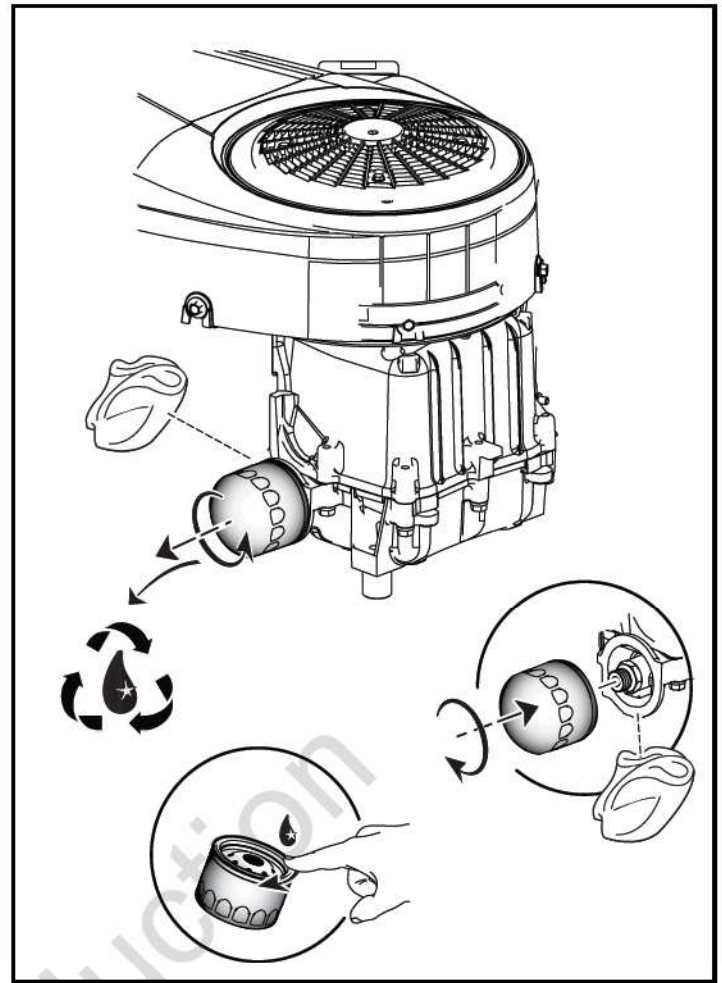

Figure 11
7. Lubrifier légèrement le joint du filtre à huile avec de l'huile propre et fraîche (voir Figure 11).